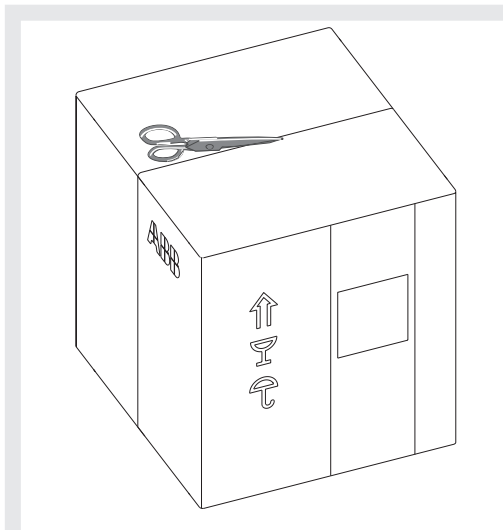
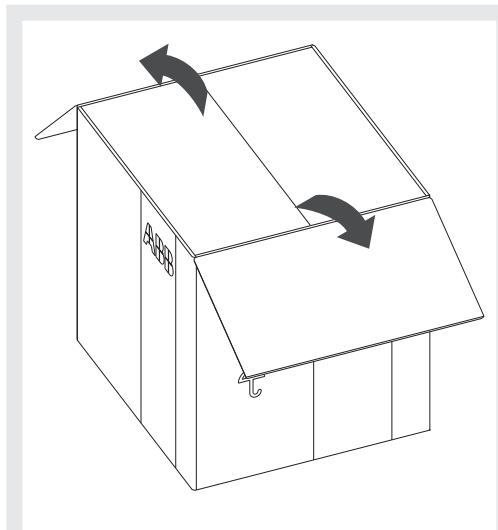

Figure 5
Figure 6
1. Couper le ruban qui ferme le carton. Voir Figure 5 et Figure 6.